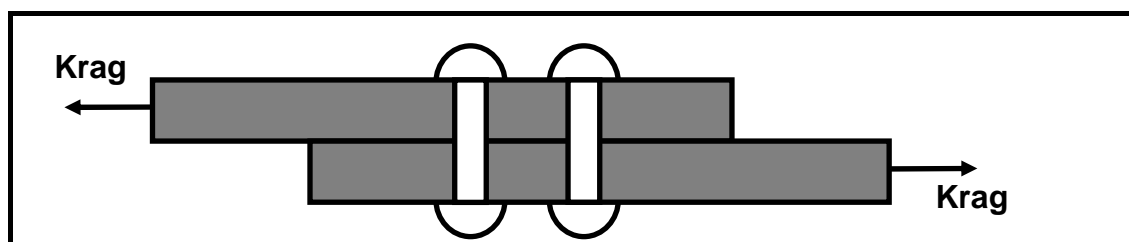

**FIGUUR 1.4**
1.14 Wat is die funksie van die laer wat in FIGUUR 1.4 getoon word wanneer dit op die koppelaarsamestel van 'n motorvoertuig gebruik word?